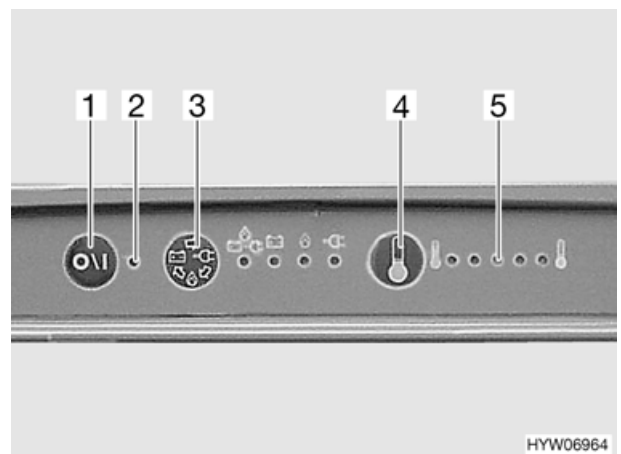

Bild 79 Bedienelemente für Kühlschrank
Ist die 230-V-Versorgung nicht angeschlossen und ist der Fahrzeugmotor ausgeschaltet, wählt das SES die Gasversorgung. Beim Anwählen des Gasbetriebs wird die Zündsicherung automatisch geöffnet, so dass Gas zum Brenner strömen kann. Gleichzeitig wird der elektronische Zünder eingeschaltet. Erlischt die Gasflamme, z. B. durch einen Luftzug, wird der Zünder sofort aktiviert und zündet das Gas wieder an. Bei Störung im Gasbetrieb blinkt die Kontroll-Leuchte (Bild 79,2) rot.
- ▷ Im Tankstellenbereich ist das Betreiben offener Flammen verboten. Falls der Aufenthalt länger als 15 Minuten dauert, muss der Kühlschrank am Taster (Bild 79,1) ausgeschaltet werden.
Nach dem Einschalten wählt der Kühlschrank automatisch die mittlere Thermostateinstellung. Diese Einstellung kann manuell mit dem Taster (Bild 79,4) nachgeregelt werden. Die Leuchtdioden (Bild 79,5) zeigen die gewählte Thermostateinstellung an. Mit dem Taster wird die Kühltemperatur für alle drei Energiearten eingestellt. Es dauert einige Stunden, bis der Kühlschrank die normale Betriebstemperatur erreicht hat. Beim Umschalten der Betriebsart wird die Thermostateinstellung beibehalten. Die Kühltemperatur wird unabhängig von der Energieart beibehalten.
- Taster (Bild 79,1) drücken. Die Kontroll-Leuchte (Bild 79,2) leuchtet grün.
- Kühltemperatur am Taster (Bild 79,4) einstellen. Die Leuchtdioden (Bild 79,5) zeigen die gewählte Thermostateinstellung.
Bei Störung im Gasbetrieb blinkt die Kontroll-Leuchte (Bild 79,2) rot.
Mit dem Taster (Bild 79,3) kann die Energiequelle manuell gewählt werden. Mit jedem Druck auf den Taster wird die Energiequelle in folgender Reihenfolge gewählt:
- Taster (Bild 79,1) drücken. Kontroll-Leuchte (Bild 79,2) leuchtet nicht mehr.